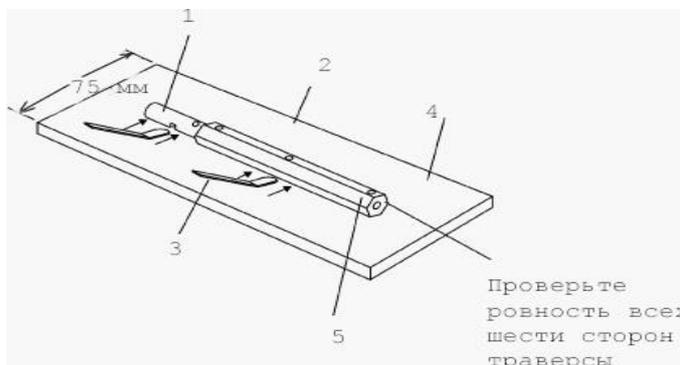

Рис.23. Проверка ровности траверсы:
1. На ровной, идеально плоской поверхности проверить ровность всех шести плоскостей траверсы (см.рис.23).